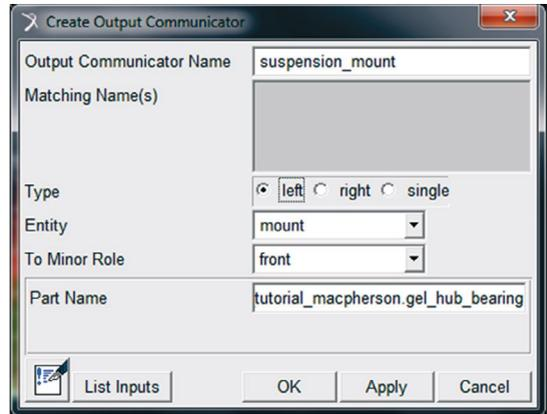

Figura 4.80 – Criação do *Communicator* “*suspension_mount*”.
- A janela *Create Output Communicator* deverá ser preenchida conforme ilustrado na Figura 4.80.